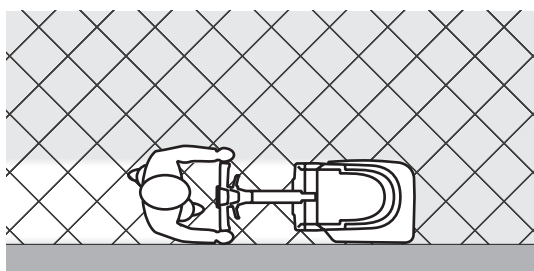

Figura 3
*Para un correcto lavado/secamiento de los suelos en los bordes de las paredes, Clarke sugiere acercarse con el lado derecho de la máquina como indicado en la figura 3.*